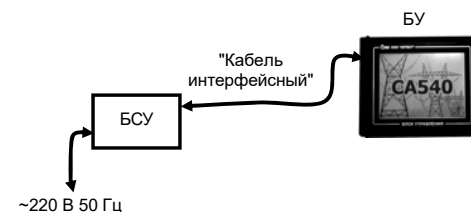

Рисунок 6.87
1) Для просмотра в автономном режиме собрать схему (рисунок 6.87).